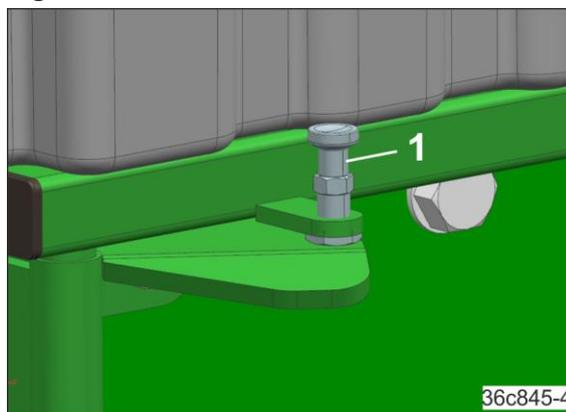

Fig. 354
7. Das Staufach soweit verschwenken, bis der Hebel (Fig. 354/1) einrastet.